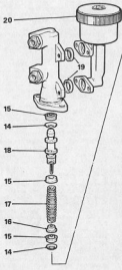

Abb. Mb. 6
Bezug auf Abb. Mb.6 nehmen.
- (20) Zerlegungsvorgang in umgekehrter Reihenfolge vornehmen, unter Beachtung folgender Punkte:
- (21) Beim Zusammenbau einen kompletten neuen Gummidichtungssatz verwenden.
- (22) Alle internen Teile in empfohlener Bremsflüssigkeit tauchen wie unter (26) beschrieben und in saubere Zustand zusammenbauen.
- (23) Kolbenscheibe (5) mit konvexer Fläche voran, über den Kopf des Sekundärkolbens setzen. Dann Sekundärschale vorsichtig über den Kolben führen und mit seiner flachen Fläche gegen die Unterlegscheibe bringen, siehe Abb. Mb.6.
- (24) Im Übrigen geschieht der Zusammenbau in umgekehrter Reihenfolge der Zerlegearbeiten (5) bis (17). Neue Kupferscheiben an Anschlüssen verwenden.